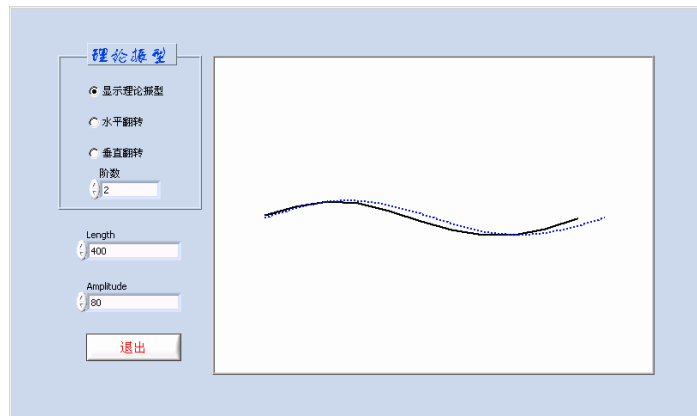

图 7-4 振型动画
**振型动画**：动画显示测试数据表格中的振型或理论振型。缺省状态显示测试振型，选择“显示理论振型”并确定相应的振型“阶数”，可以同时显示理论振型和测试振型（图 7-4）。